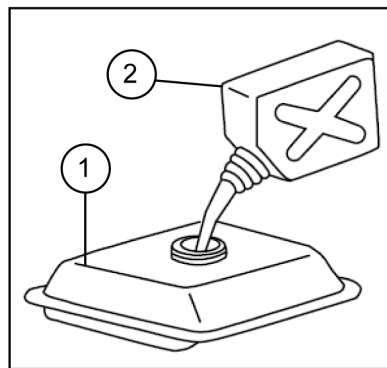

Рис. 17
3. Извлеките щуп и проверьте уровень масла. Он должен находиться между верхней и нижней отметкой контрольного щупа ближе к верхней отметке (max) (Рис.17). В случае необходимости долейте свежее моторное масло